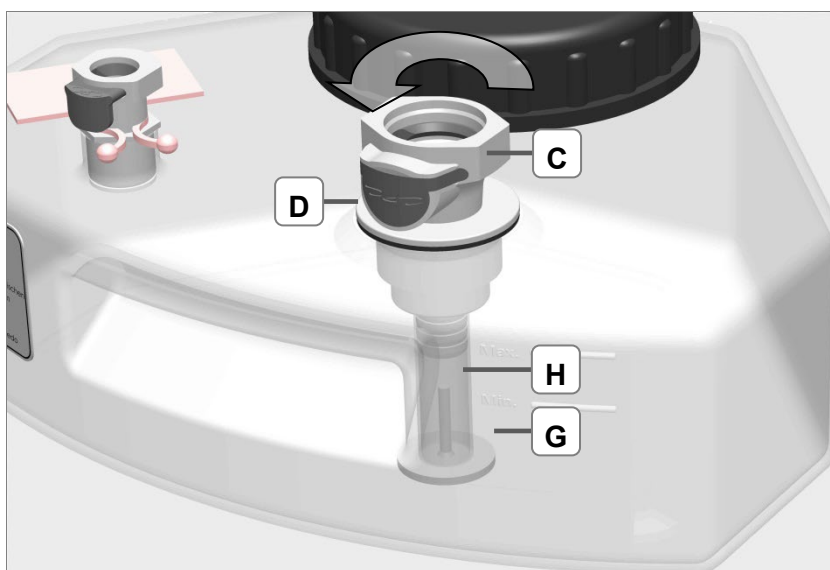

Fig. 9.2.2.1 Raccord rapide et filtre d'aspiration
1. Tournez le raccord rapide (*fig. 9.2.2.1.C*) dans le sens inverse des aiguilles d'une montre jusqu'à le déconnecter du réservoir de fluide. Le filtre d'aspiration (*fig. 9.2.2.1.G*) se trouve maintenant détaché dans le réservoir.
4. Changez le joint (D) si nécessaire.
5. Remplacez le filtre au fond du réservoir de fluide et revissez le raccord rapide. Assurez-vous que la tige du filtre d'aspiration s'emboîte dans le tuyau d'aspiration (*fig. 9.2.2.1.C*) et que son mouvement est libre.